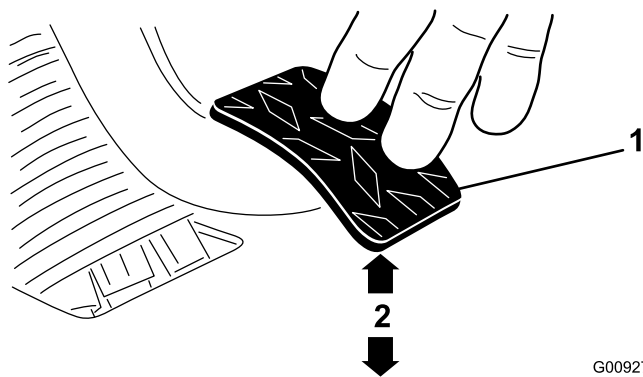

Figura 65
3. Regolate i controdadi o il giunto a sfera fino a quando, applicando sul pedale una forza di 1,8 kg, il bordo posteriore del pedale della frizione si trova a una distanza compresa tra 9,2 e 9,8 cm dalla superficie con motivo a rombi del pianale del veicolo (Figura 65).